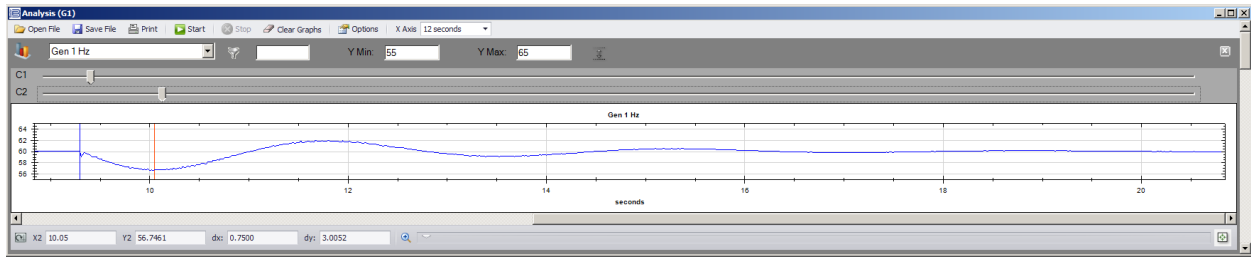

Figure 22-2. 750 ms de temps jusqu'à la vitesse locale minimum – T1a initial 0,375
2. Mesurez le laps de temps de l'application de la charge au premier signal de vitesse locale minimum. Réglez le paramètre Constante du filtre d'expiration T_{Ia} à environ la moitié de cette valeur. Le graphique de la Figure 22-2 montre l'exemple d'une vitesse locale minimum atteinte 750 ms après l'application de la charge. Par conséquent, le paramètre Constante du filtre d'expiration T_{Ia} doit être réglé à 0,375, soit la moitié du temps mesuré.